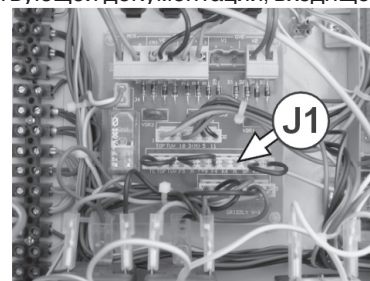

рис. 1
6. Выньте коннектор с подключениями из платы управления котла (рис. 1, позиция "J1") и на его место вставьте коннектор из соединительного набора. Проверьте, чтобы коннектор не был подключён, например, со смещением на один стержень.